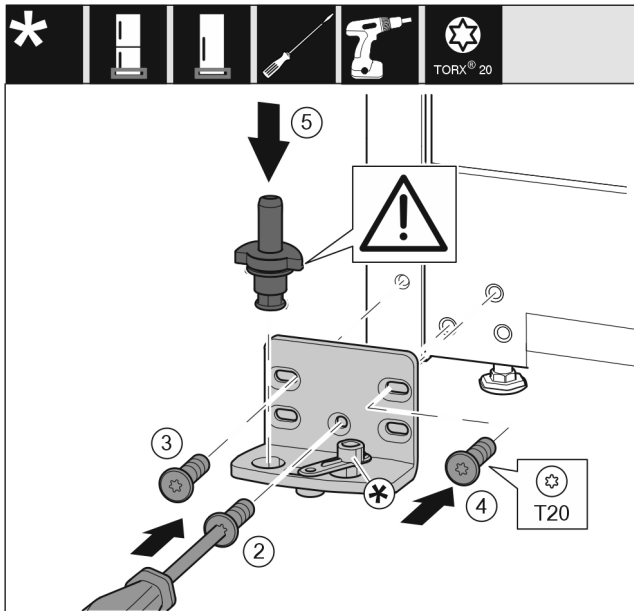

Fig. 17
- ▶ Lagerbock auf der anderen Seite ansetzen und mit Hilfe eines Schraubendrehers anschrauben. Mit der Schraube Fig. 17 (2) unten in der Mitte beginnen.
- ▶ Schraube Fig. 17 (3) und Schraube Fig. 17 (4) festschrauben.
- ▶ Lagerbolzen Fig. 17 (5) komplett einsetzen. Dabei darauf achten, dass der Rastnocken nach hinten zeigt.